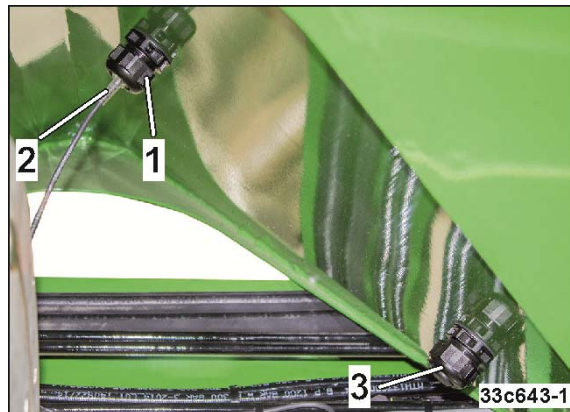

Fig. 147
2. Die Mutter (Fig. 147/1) lösen.
3. Den Füllstandssensor (Fig. 147/2) herausziehen und in die vorgesehene Aufnahme stecken.
5. Die Mutter (Fig. 147/1) festziehen.
Um die freiwerdende Öffnung zu verschließen, den Dummy (Fig. 147/3) in die Aufnahme stecken und festklemmen.